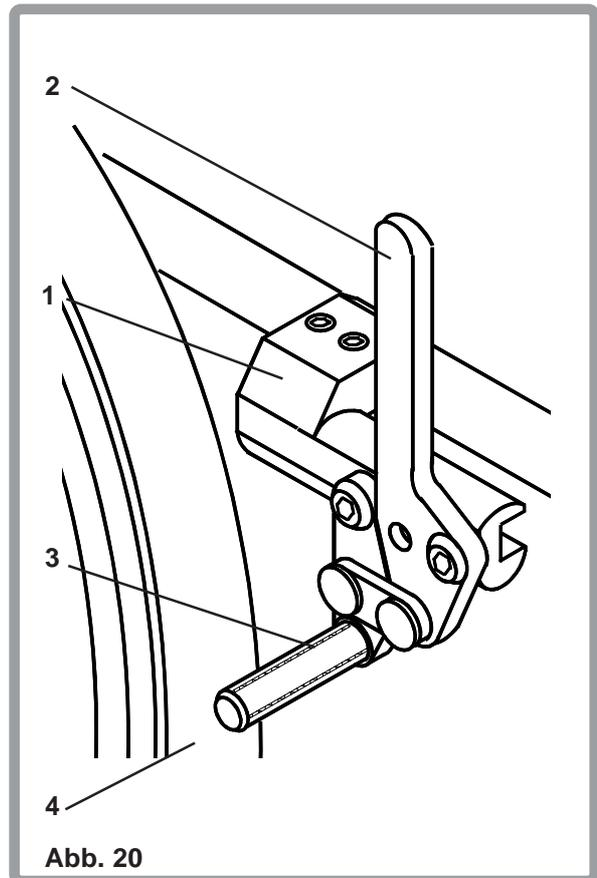

Abb. 20
Feststellbremsen gehören zur Standardausrüstung von Breezy Rollstühlen (Abb. 20). Die Feststellbremsen sind mit einer speziellen Klemme (1) am Rahmen befestigt und werden im Werk korrekt eingestellt. Zum Betätigen der Bremse drücken Sie den Bremshebel (2) bis zum Anschlag nach vorne. Der Bremsenschuh (3) greift nun ca. 4mm in die Reifen (4).